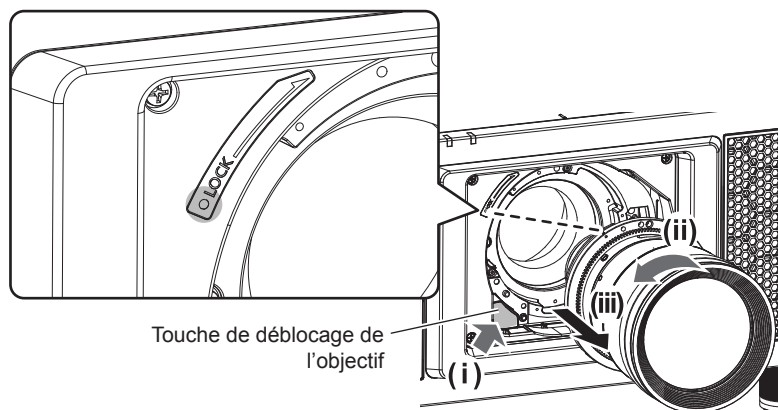

Fig. 1
2) Retirez l'objectif de projection en le tournant dans le sens antihoraire tout en appuyant sur la touche de retrait de l'objectif. (Fig. 1)